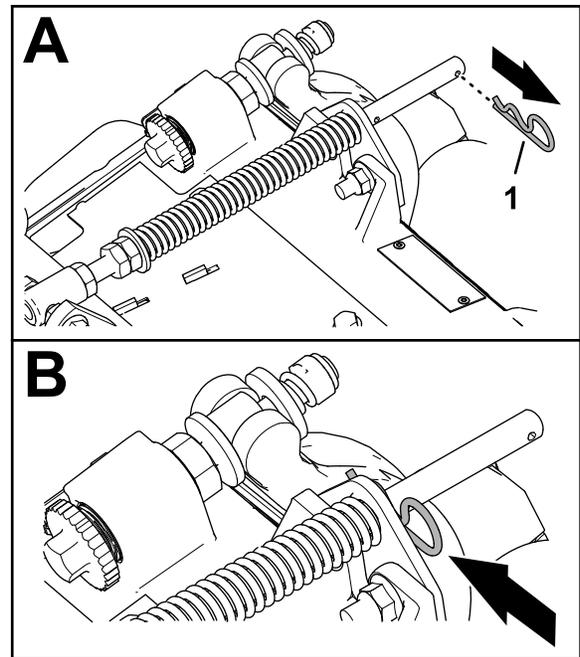

图 17
- 如果发卡销安装在补偿弹簧杆的后孔中——拆下发卡销并将其插入支架旁边的孔中 (图 17)。
1. 如果发卡销安装在补偿弹簧杆的后孔中——拆下发卡销并将其插到支架旁边的孔中 (图 17)。